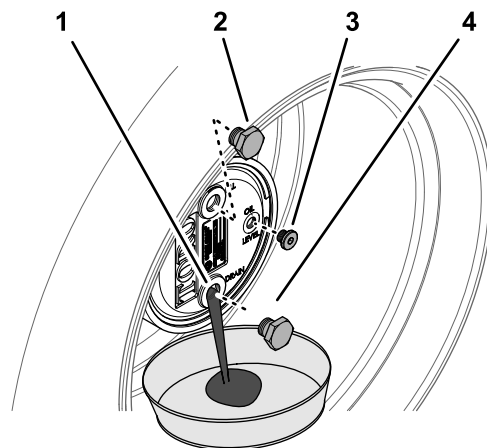

图 65
2. 取出 12 点钟位置的加油塞和 3 点钟位置的检查塞图 65。
3. 将放油盘放在行星齿轮毂下面取出 6 点钟位置的排油塞让油完全排出图 65。
5. 将排油塞安装到行星齿轮箱的排油孔中图 65。